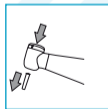

Fig. 4.2
4.2 Smontaggio della fresa (Fig. 4.2)